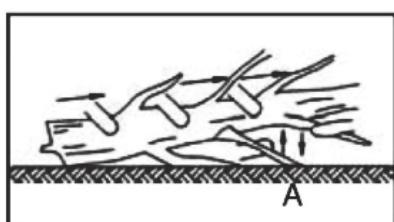

Abb.3
Beim Entasten eines Baumes werden die Äste von einem umgestürzten Baum entfernt. Entfernen Sie stützende Äste (A) erst, nachdem der Stamm in Längen geschnitten wurde (Abb. 3). Äste, die unter Spannung stehen, sollten von unten nach oben geschnitten werden, um ein Verklemmen der Kettensäge zu vermeiden. **WARNUNG:** Schneiden Sie niemals Baumäste, während Sie auf dem Baumstamm stehen.